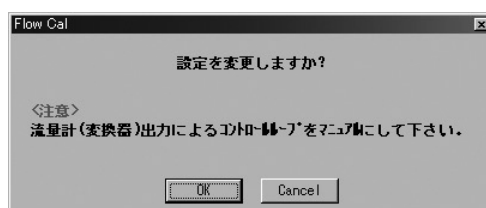

図42
- ③ 全ての設定が完了したら「OK」ボタンをクリックします。クリックすると図42のようなメッセージボックスが現れます。